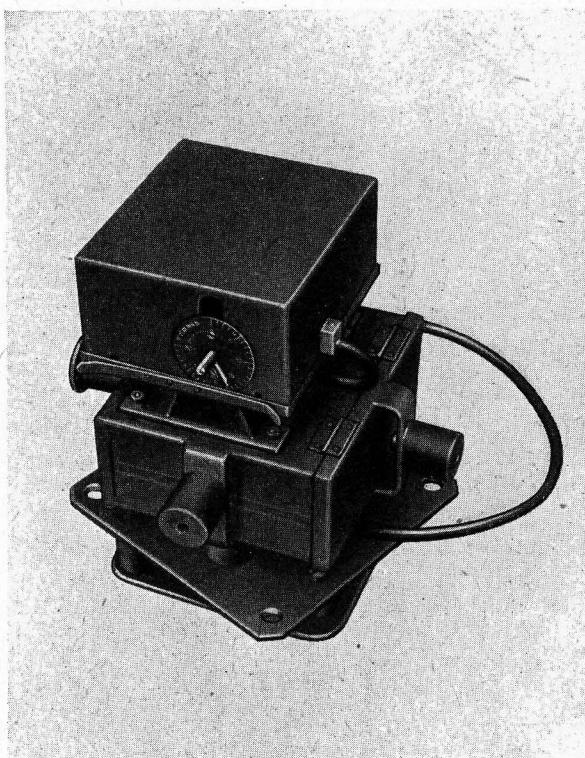

Abb. 7: Ansicht Geräteblock: Gleichstromwandler, Zeitschaltwerk
- g) Stromquellen und Energiebedarf (Abb. 5): Als Stromquelle für das gesamte Gerät dient ein 14,4-Volt-Spezialsammlersatz, der aus drei in Serie geschalteten DEAC-Sammelnern 4,8 NC 10 besteht. Aus ihm werden die Heizkreise der Röhren des Gerätes direkt gespeist. Die Anodenspannung liefert ein Gleichstromwandler, der ebenfalls aus dem Sammlersatz betrieben wird. Die Stromentnahme aus dem Sammlersatz beträgt etwa 1,8 Amp. Bei einer Sammlerkapazität von 10 Ah ergibt sich eine Betriebsdauer von 5 Stunden. Der komplette Gleichstromwandler ist in Abb. 6 als Teil 295 und in Abb. 7 zu sehen.